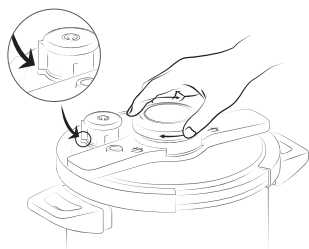

Fig.05
2. Após despressurização, abra a panela, rodando no sentido dos ponteiros do relógio. **(Fig.05)**
- **Válvula de regulação:** retire o botão selector, colocando-o na posição, como na **Fig. 05** e passe por água corrente. Recoloque o botão e verifique se ficou bem colocado. Este deve deslocar-se sem dificuldade.